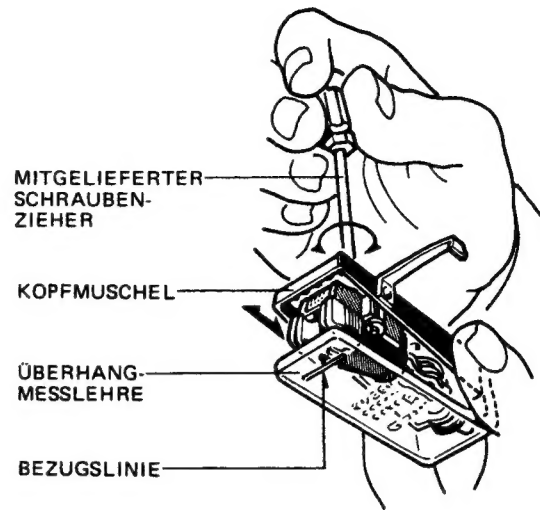

Abb. 2
4. Den Überhang mittels der mitgelieferten Meßlehre justieren. Dazu die Überhang-Meßlehre nach Abb. 2 an die Kopfmuschel halten, die Bezugslinie auf der Meßlehre mit der Nadelspitze fluchten und dann den Tonabnehmer mit Hilfe der Stellschrauben unverkantet festschrauben.